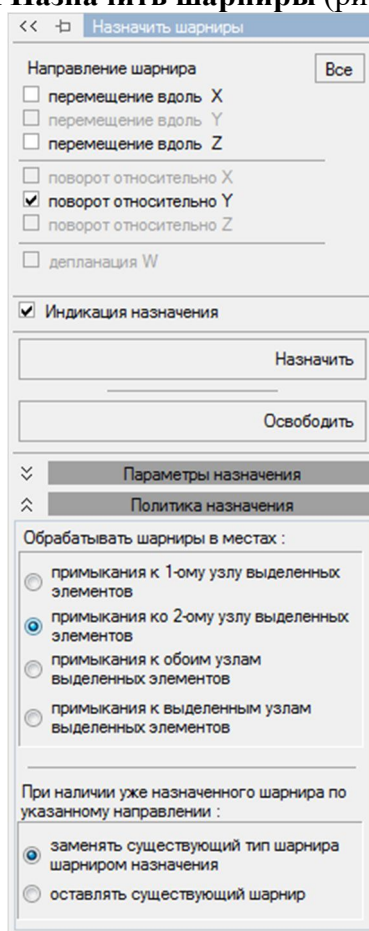

Рис. 4. Панель активного режима Назначить шарниры
- С помощью пункта меню **Схема** → **Назначить шарниры** (кнопка  на панели инструментов) вызовите режим **Назначить шарниры** (рис. 4).